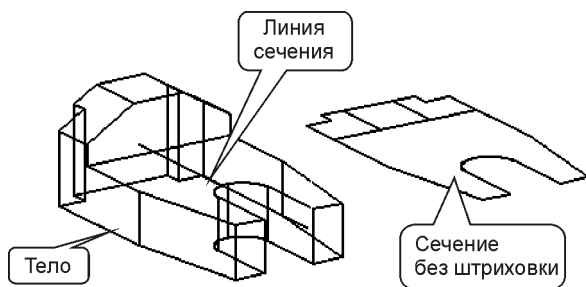

Рис. 9.12. Плоское сечение, полученное из пространственной модели
- По запросу команды укажите точку вставки сечения, масштабы по осям x , y и угол поворота сечения. На чертеже в указанном месте будет построено сформированное сечение (рис. 9.12).